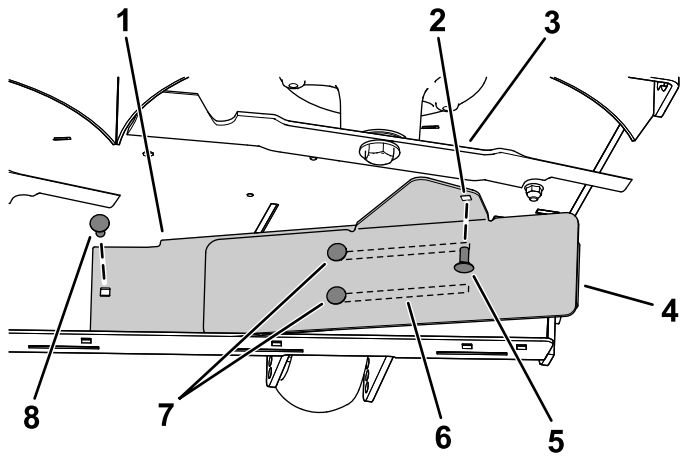

Figura 10
3. Instale el lado izquierdo del deflector con un perno de cuello cuadrado ( $\frac{5}{16}$ " x  $\frac{3}{4}$ ") y una tuerca con arandela prensada ( $\frac{5}{16}$ "), como se muestra en la Figura 10.
deflector hasta que el orificio esté alineado con el orificio de la carcasa de corte (Figura 10).
5. Instale el deflector como se muestra en la Figura 10.
6. Apriete los 2 pernos de cuello cuadrado (5/16" x 3/4") en las ranuras del deflector (Figura 10).